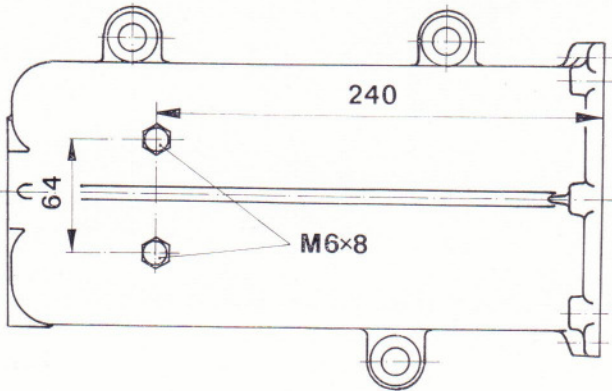

Bild 132
- Sechskantschrauben zur Arretierung der Flachformfedern aus dem Gehäuse herausrauben (alte Ausführung) (Bild 132).